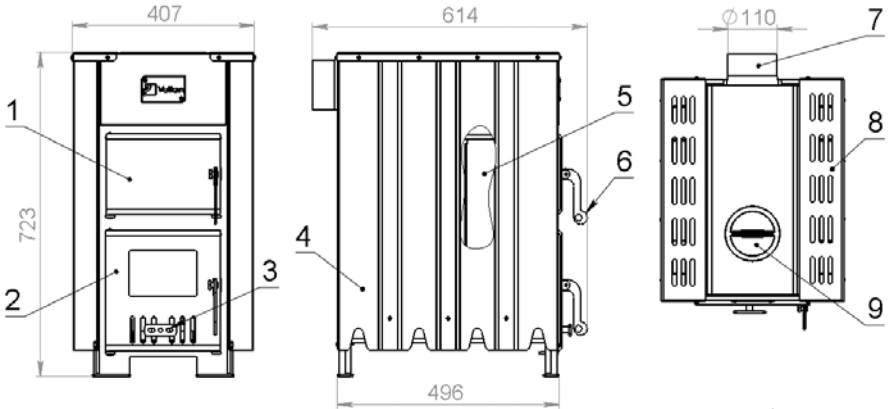

рис.1
3.1. Печь (см. рис.1) представляет собой сварную конструкцию из согнутых элементов, **которые значительно увеличивают жёсткость топки.**
6.6. При необходимости, установите режим тления (для ограничения подачи воздуха прикройте примерно на 1/2 ... 2/3 заслонку регулировки доступа воздуха в камеру сгорания (поз. 3 на рис.1)). Следите, чтобы процесс горения (тления) был устойчивым.